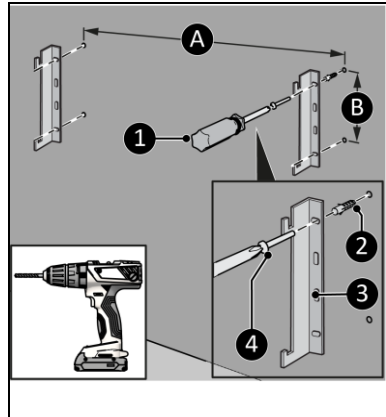

Abbildung 10
4. Bohren Sie vier Löcher für die Halterungen, wobei sich die zwei unteren Löcher mindestens 125 mm über dem Boden befinden. Der Abstand zwischen den vertikalen Löchern (Abbildung 10, Pos. B) beträgt 105 mm. Der Abstand zwischen den horizontalen Löchern beträgt ungefähr (Abbildung 10, Pos. A und B)\*:
5. Platzieren Sie die Wanddübel (Abbildung 10, Pos. 2).
6. Schrauben Sie eine linke und eine rechte Halterung (Abbildung 10, Pos. 3) mit einer großen Schraube (Abbildung 10, Pos. 4) mit einem Phillips Kreuzschlitzschraubendreher (Abbildung 10, Pos. 1) an die Wand.